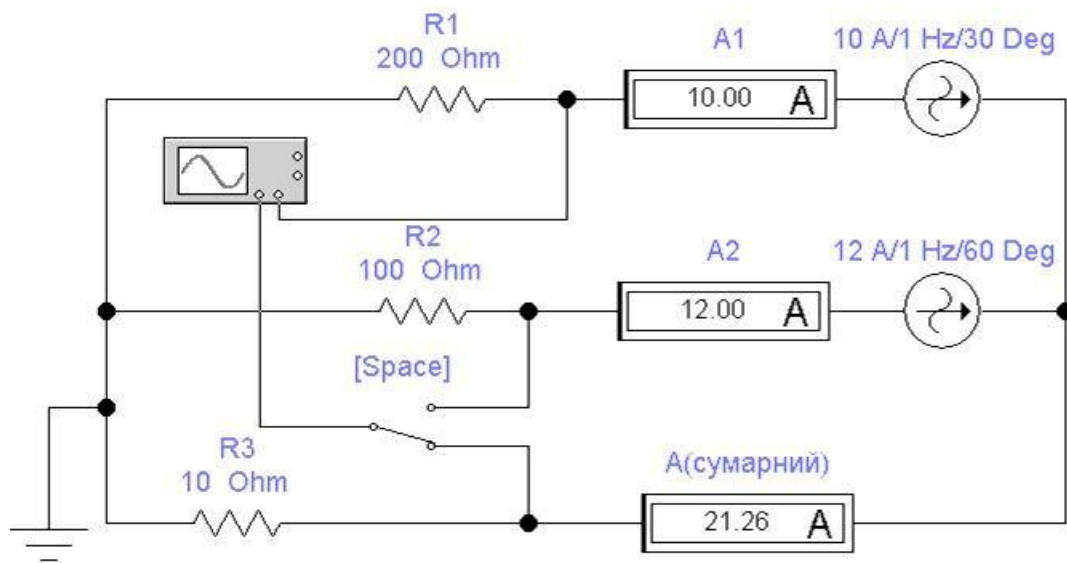

Рис. 1. Схема віртуального електричного кола для визначення амплітудного значення, а також фази сумарного струму.
1.1. Скласти коло за схемою, зображеною на рис. 1. На схемі є два генератори змінного струму, 3 амперметри, резистори (R_1, R_2, R_3), осцилограф та перемикач (Space).